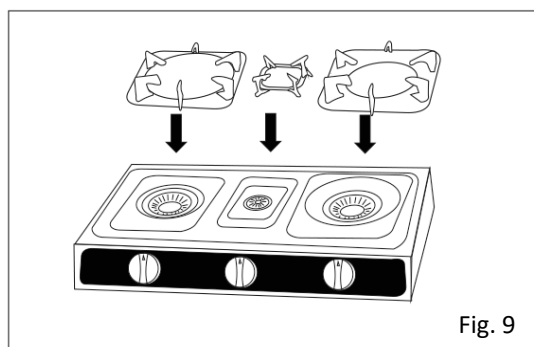

Fig. 9
2. Al momento del disimballaggio, accertarsi che tutti i componenti della cucina a gas siano inclusi. Assemblare le parti come indicato nella Fig. 9.